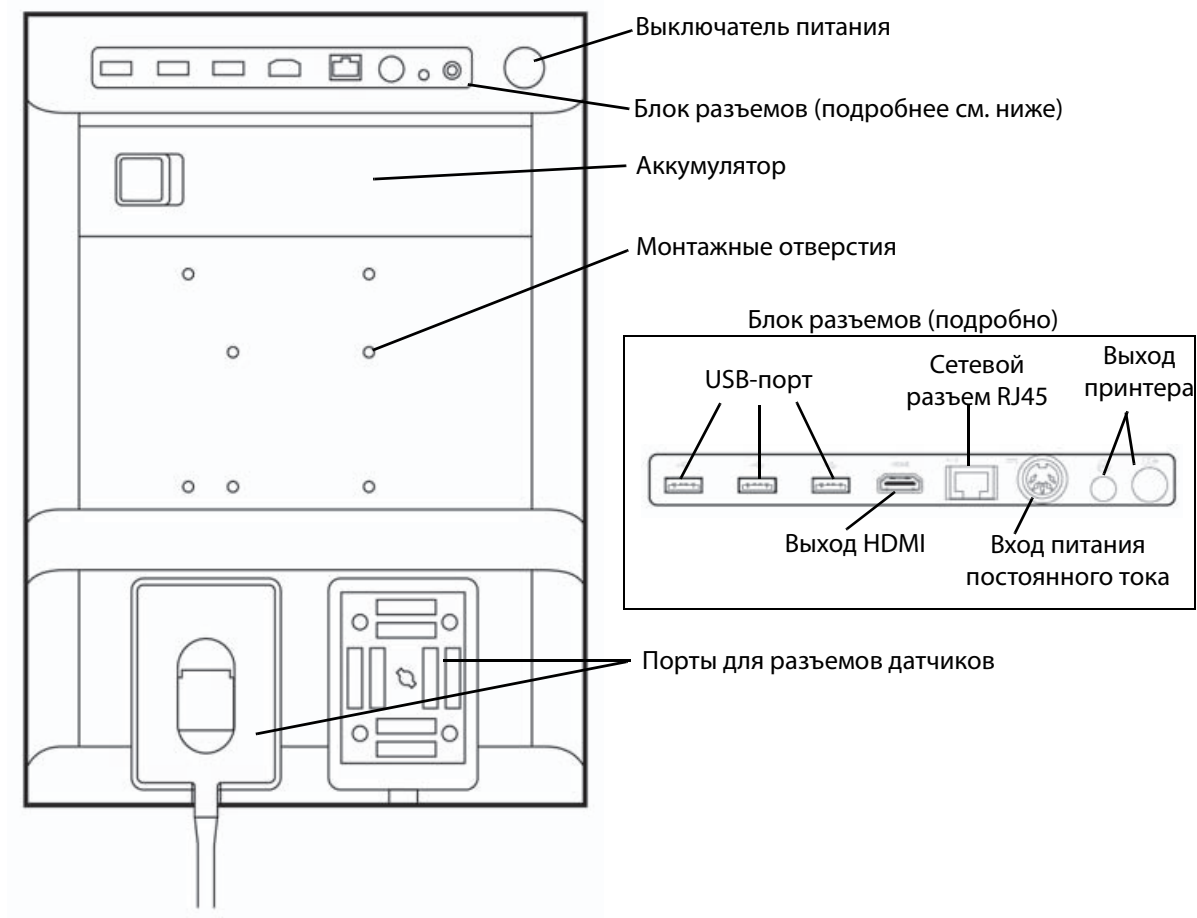

Рис. 2-1 Система, вид сзади
- 1 Включите систему. Расположение выключателя питания см. в разделе **рис. 2-1** на стр. 2-2.
На задней стороне системы предусмотрены отсеки для аккумулятора и двух датчиков, а также разъемы для устройств USB, шнура питания, сетевого кабеля и т. д. См. **Рис. 2-1**.
- 1 Подсоедините кабель питания постоянного тока от блока питания к разъему питания системы. См. рис. 2-1 на стр. 2-2.
- ❖ Нажмите выключатель питания. См. рис. 2-1 на стр. 2-2.
Вставьте накопитель USB в USB-порт системы. См. рис. 2-1 на стр. 2-2. Накопитель USB готов к работе после появления на экране значка USB.